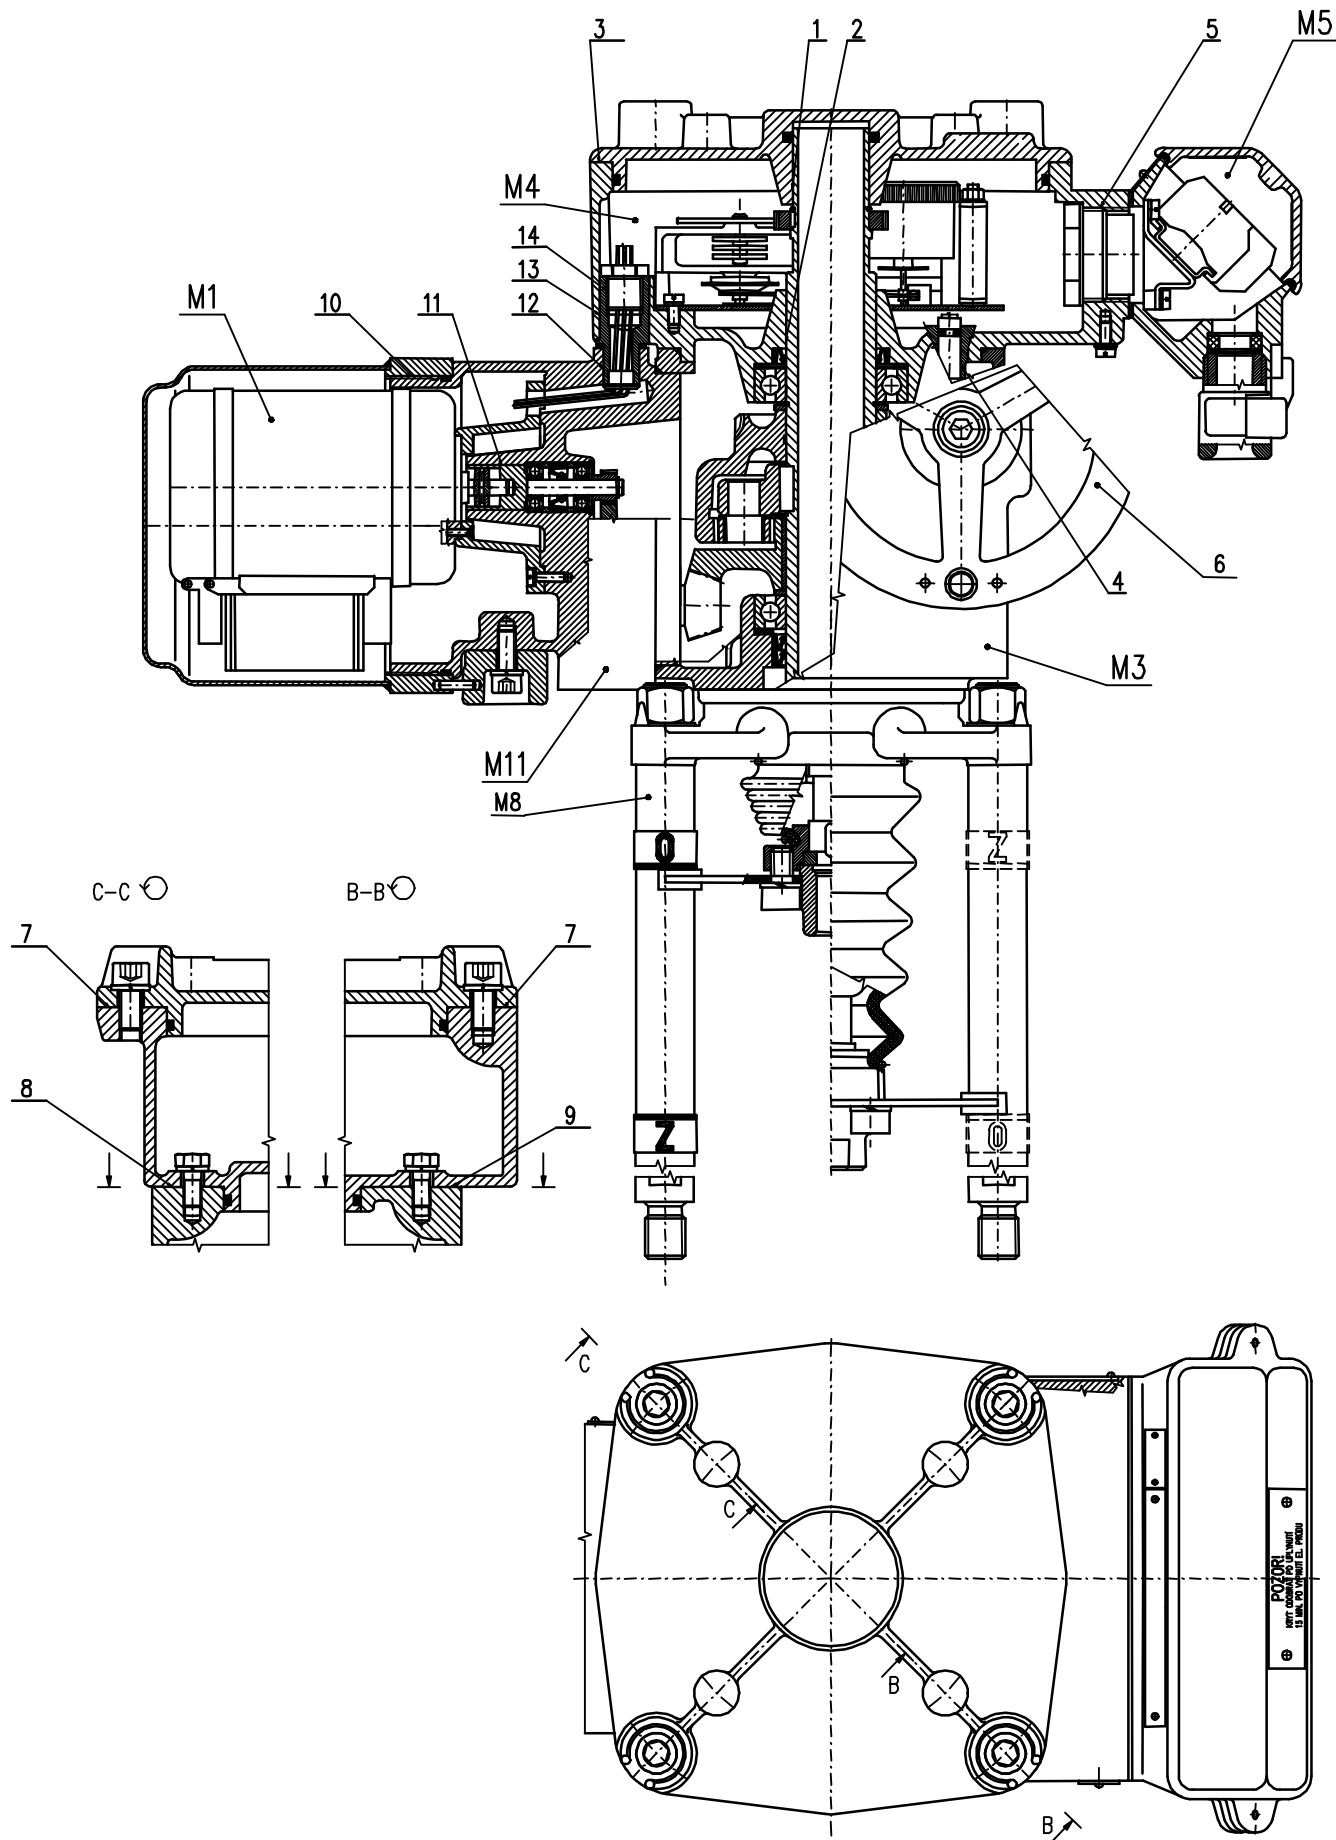

Рис.1
1.6 Описание и функция (Рис. 1)
Модуль М4 – коробка управления (рис. 1)